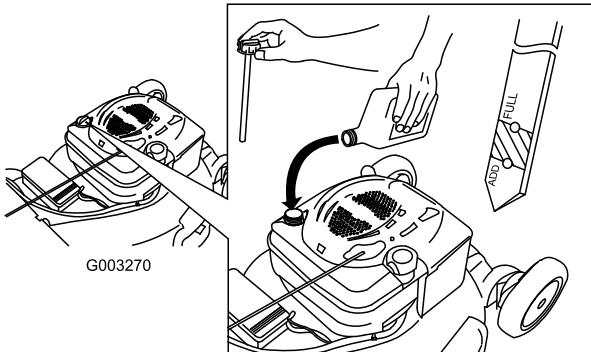

Figura 46
4. Vierta lentamente aceite en el tubo de llenado hasta que el nivel llegue a la marca Full de la varilla (Figura 46). **No llene demasiado.** (Capacidad máxima: 0,59 l, tipo: SAE 30, aceite detergente con clasificación de servicio API SF, SG, SH, SJ, SL o superior.)